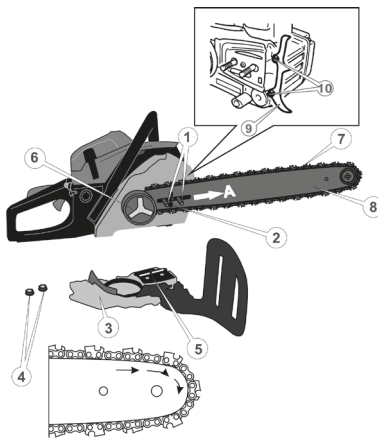

Рисунок 3. Схема встановлення шини із різальним ланцюгом.
5.1.2 Встановлення напрямної шини із різальним ланцюгом (рис. 3).
2. Встановити на передній частині корпусу зубчастий упор (9, рис. 3) та зафіксувати його гвинтами.
7. Посунути шину в напрямку стрілки (А, рис. 3), щоб ланцюг злегка натягнувся.
8. Встановити кришку шини так, щоб штифт регулятора ланцюга (1, рис. 3) точно збігався з натяжним отвором шини (2, рис. 3).
9. Закрутити гайки (3, рис. 3) не затягуючи їх.